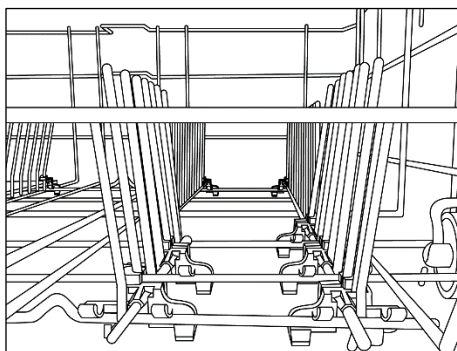
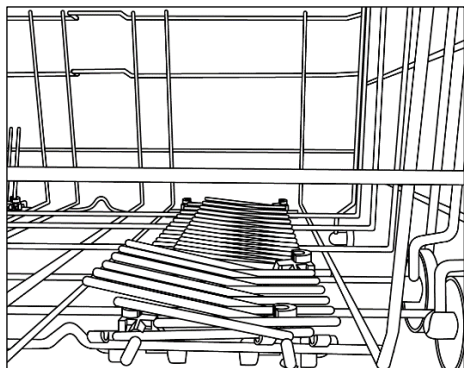

Fig. 2
Fig. 3
- El lavavajillas está dotado de un tubo para la toma de agua que acaba en un codo de 3/4" (fig. 2).
- **BLOQUEO DE AGUA (fig. 3)**
2. Seguidamente, suéltela para que se asiente en su posición correcta (fig. 2).
NOTA: NUNCA ELEVE NI BAJE LA CESTA SUJETÁNDOLA SOLO DE UN LADO (fig. 3).
En la cesta inferior pueden incluirse rejillas plegables (fig.2 y fig.3) para optimizar la estabilidad de los platos. Las rejillas se pueden subir o bajar para adaptarse a tamaños y/o formas no estándar y ofrecer la máxima flexibilidad.
- El contenedor central puede ser extraído para facilitar las operaciones de limpieza (fig. 2).
- Extraer la placa (fig. 3) y lavarlo bajo un chorro de agua ayudándose eventualmente con un cepillo.